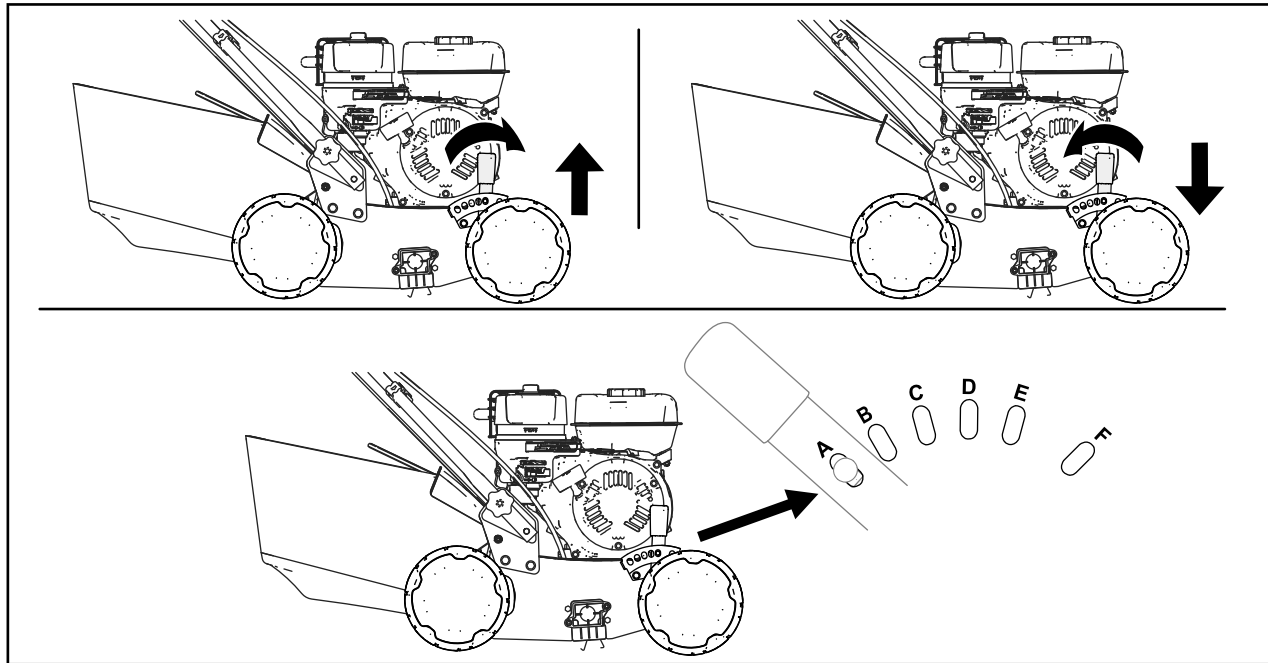

Bild 11
3. Um die maximale Schnitttiefe einzustellen, stellen Sie die Stellung des Hebels für die Schnitttiefe ein, indem Sie ihn in Richtung der Maschine drücken und in einen anderen Schlitz bewegen (Bild 11).
- Die Schnitttiefe hängt davon ab, welche Wellenbaugruppe Sie eingebaut haben; siehe Bild 11 und die folgende Tabelle.